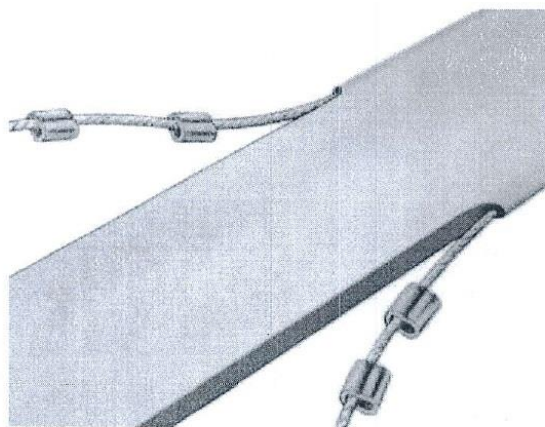

Рис.3 Гильзы
2.1.4. Одеть на конец каждого каната стального по две гильзы и продвинуть их, как показано на рис.3.